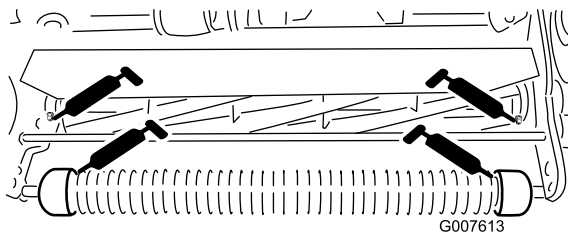

Figure 14
- 2 sur le rouleau avant (Figure 14)
- 2 sur les roulements de cylindre (Figure 14)